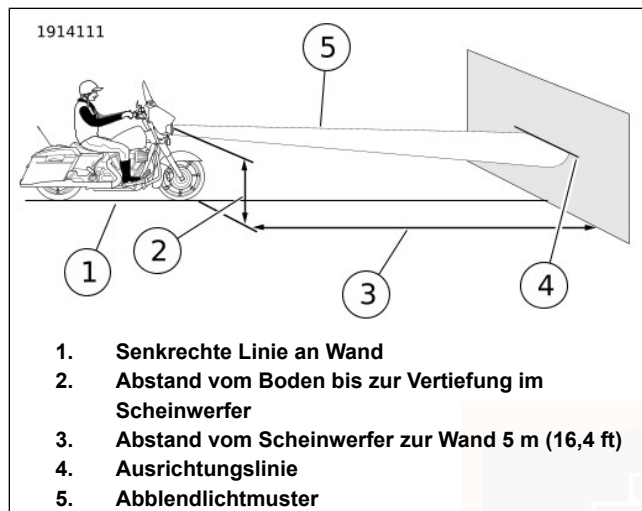
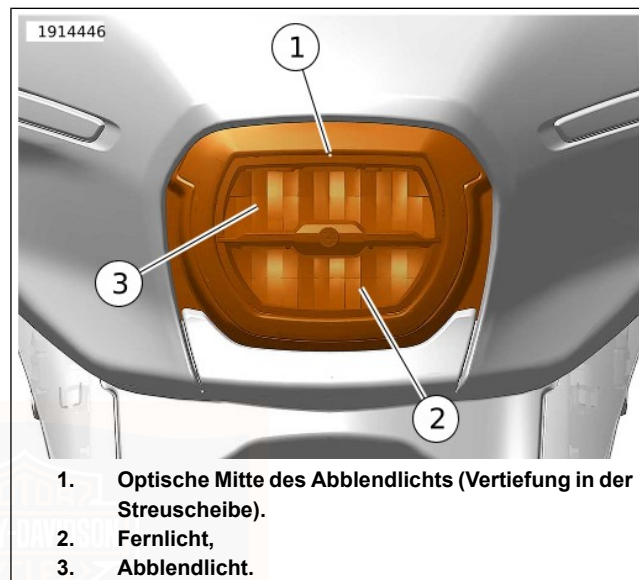
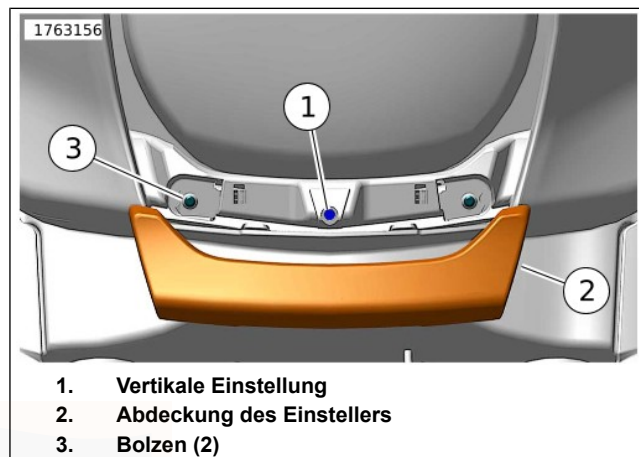

Abbildung 123. Gabelmontierte Verkleidung: Scheinwerferausrichtung
Abbildung 124. Gabelmontierte Verkleidung: Vertiefung
Abbildung 125. Scheinwerfereinstellung
1. Siehe Abbildung 123. Das Motorrad im rechten Winkel zur Wand (1) abstellen, sodass der Vorderreifen geradeaus auf die Wand zeigt.
2. Das Motorrad mit dem angegebenen Abstand von der Vorderseite des Scheinwerfers zur Wand (3) abstellen.
3. Siehe Abbildung 124. Mit dem vorgesehenen Fahrer auf dem Motorrad. Den Abstand vom Boden bis zur Vertiefung (1) an der äußeren Streuscheibe messen. Den angezeigten Abstand abziehen.
1. Siehe Abbildung 125. Die Abdeckung (2) des Einstellers greifen und nach vorne ziehen, um sie von den Bolzen (3) zu lösen.
2. Einen Schlitzschraubendreher in die vertikale Einstellschraube (1) einführen.
3. Abbildung 124 Die Einstellschraube im oder gegen den Uhrzeigersinn drehen, um das Abblendlichtmuster (5) des Scheinwerfers nach oben oder unten zu verstellen, bis der obere Teil des Lichtstrahls auf die Ausrichtungslinie (4) trifft.
5. Siehe Abbildung 125. Die Abdeckung des Einstellers anbringen.
- a. Die Abdeckung (2) des Einstellers an den Pfosten (3) ausrichten.